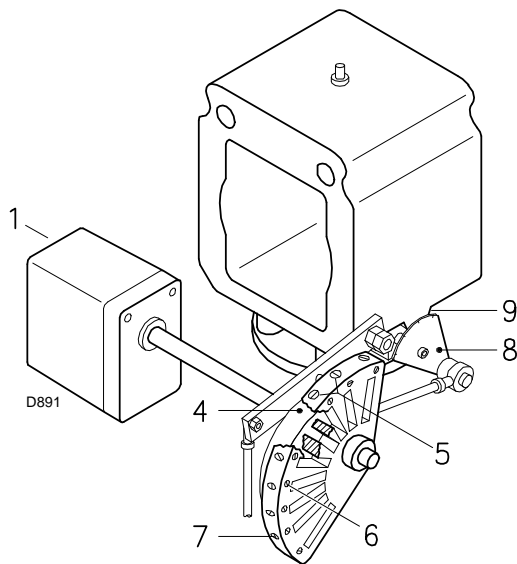

图 31
通过调节螺丝 7) 逐步调整凸轮 4)( 图 31) 的外廓线。
图例 ( 图 31)
通过调节螺丝 5) 逐步调整凸轮 4) ( 第 26 页图 31 ) 的起始廓线。
- 按下伺服马达上的释放按钮 ( 将其向右移动 ), 脱离伺服马达凸轮 4) ( 第 26 页图 31 );
- 一旦达到最优设定, 用螺丝 6) ( 第 26 页图 31 ) 将设定值固定。